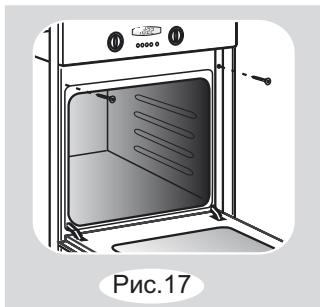

Рис.17
- Духовка устанавливается на дно ниши и закрепляется спереди (рис.17) винтами, прилагаемыми в комплекте.